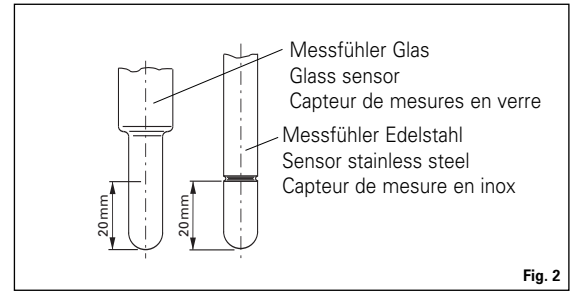

Fig. 2
- Tauchen Sie externe Temperaturmessfühler (PT 1000, ETS-D...) mindestens 20 mm tief in das Medium ein, siehe Fig. 2.